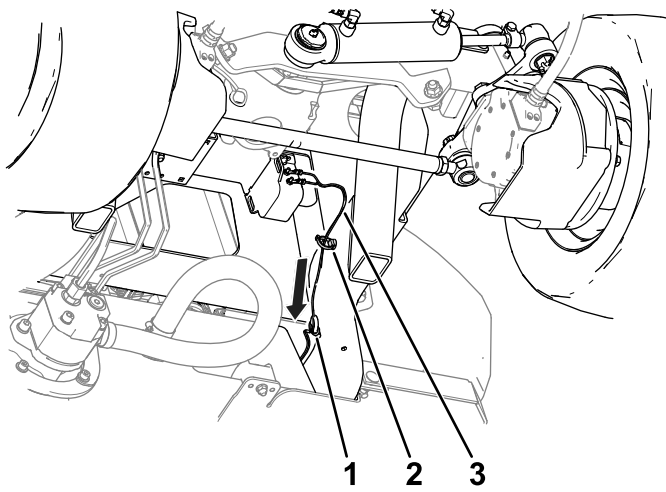

Figur 3
3. Bruk to låsebolter (5/16 x 3/4 tomme) og to flensmuttere (5/16 tomme) til å montere monteringsbraketten til trekkehetsrammen (Figur 3).